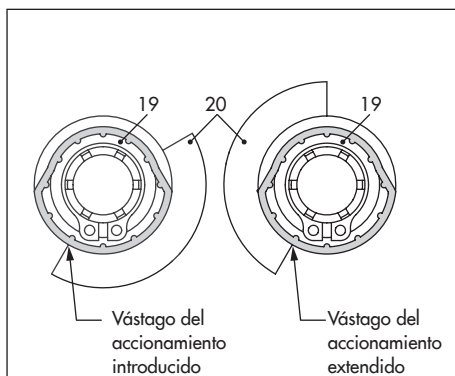

Fig. 5-10: Alineación de la leva de conmutación y el soporte de levas
→ Ver Fig. 5-10 hasta Fig. 5-13.
3. Quitar la arandela dentada y la arandela de ajuste del eje (11).
4. Colocar las ruedas dentadas de ajuste (18) por los ejes y fijar cada una con un tornillo (16). Comprobar que las ruedas dentadas de ajuste puedan girar fácilmente. Si es necesario, aflojar ligeramente el tornillo.
5. Girar las levas de conmutación (19) en el soporte de levas (20) como se indica en la Fig. 5-10 según la posición del vástago del accionamiento.
6. Colocar el anillo distanciador (8) por el eje (11) de forma que el alambre largo del resorte tensor descansa sobre el anillo distanciador y sobre el engranaje intermedio.
7. Colocar la unidad de levas (21) por el eje, teniendo en cuenta la posición del vástago del accionamiento como se indica